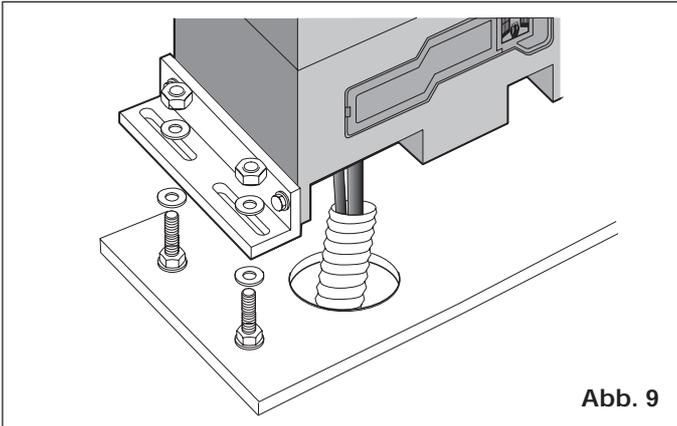

Abb. 9
- 3) Den Antrieb gemäß Abb. 9 auf die Fundamentplatte setzen. Hierbei die Kabel durch die in der unteren Gehäusehälfte vorgesehene Führung in den Antrieb einziehen (Abb. 9). Die Kabel durch die entsprechenden Führungen zum elektronischen Steuergerät führen.